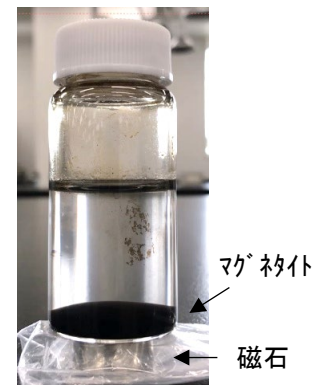

図 3 マグネタイトの磁石への応答の様子
- (1) 目盛付きの 2.5 mL ポリスポイトを用いて、溶液 1 を 4.0 mL、溶液 2 を 1.0 mL 正確に量り取り、50 mL スクリュー管に入れる。2 液が混ざるように軽く振る。
- (2) 50 mL スクリュー管内の 2.0 mol/L アンモニア水 18 mL を全量速やかに加え、スクリュー管に蓋をしてよく振る。
- (3) ネオジム磁石の上にスクリュー管を配置して黒色沈殿 (マグネタイト) の磁石への応答を確認する。
- (4) 図 3 のようにマグネタイトが十分に磁石に引き付けられ上澄み液が概ね透明になったら、蓋を外し、磁石でマグネタイトを引き付けた状態で上澄み液を廃液用ポリ容器に捨てる。
- (5) 磁石を外し、洗瓶から純水を容器一杯に加え、蓋をしてよく振る。
- (6) 再度磁石を用いてマグネタイトを容器下部に十分に引き付け、蓋を外し、磁石でマグネタイトを引き付けた状態で上澄み液を廃液用ポリ容器に捨てる。この時、上澄み液は多少濁っていてもよい。
- (7) 同様の洗浄操作 (5)~(6) をもう一度繰り返す。